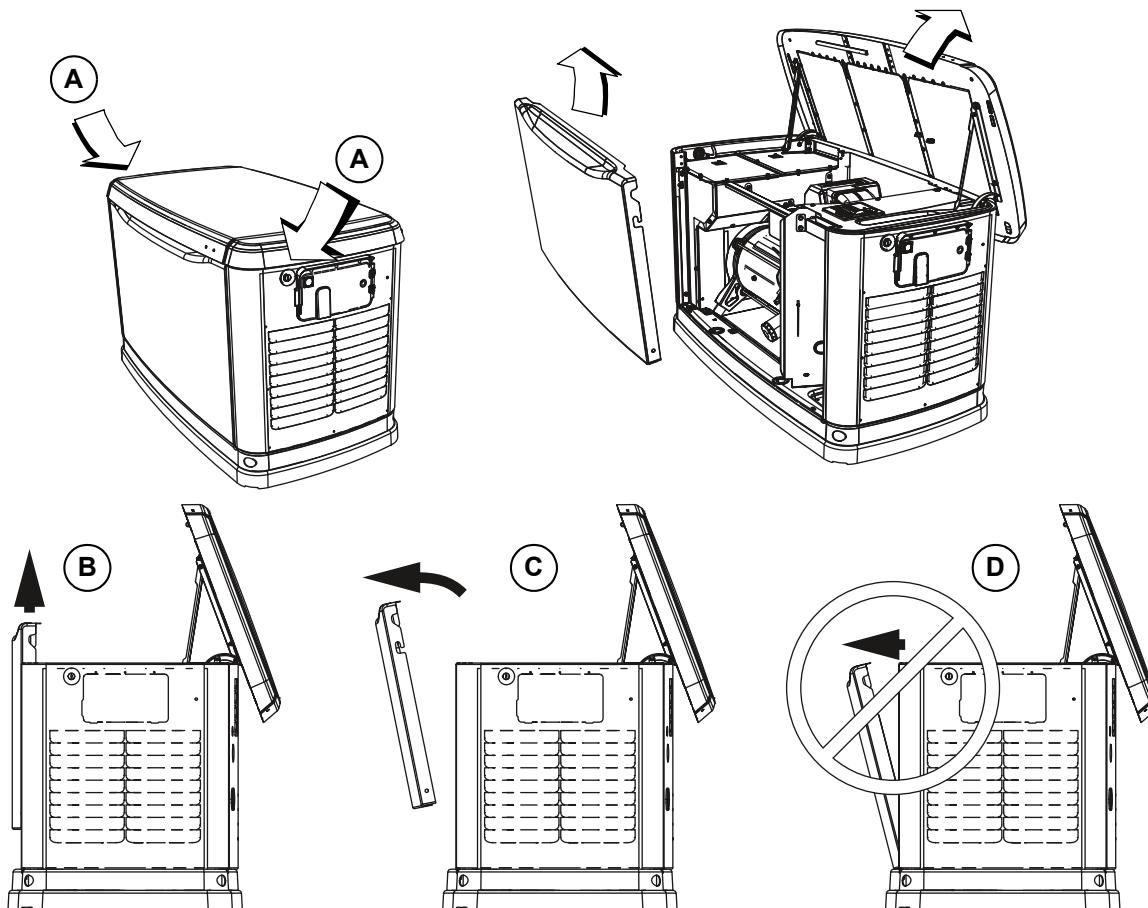

Figure 2-4. Emplacement des verrous latéraux et retrait du panneau avant
- Deux verrous ferment le couvercle, un de chaque côté (partie A à la **Figure 2-4**). Pour ouvrir le couvercle correctement, appuyez sur le couvercle à l'endroit des verrous latéraux et déverrouillez-les
REMARQUE : Soulevez toujours le panneau d'accès frontal avant de le retirer du boîtier (parties B et C à la **Figure 2-4**). Ne retirez pas le panneau du boîtier avant de le soulever (partie D à la **Figure 2-4**).